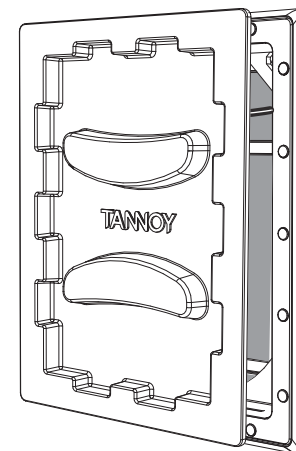

Fig. 12. Adding the Paint Mask to the Frame
2. Premere la maschera per pittura nel telaio, dove verrà mantenuta in posizione dai magneti (Fig. 12). Questo viene lasciato in posizione mentre la parete e la cornice del telaio vengono dipinte e fino a quando l'altoparlante non è pronto per essere installato.